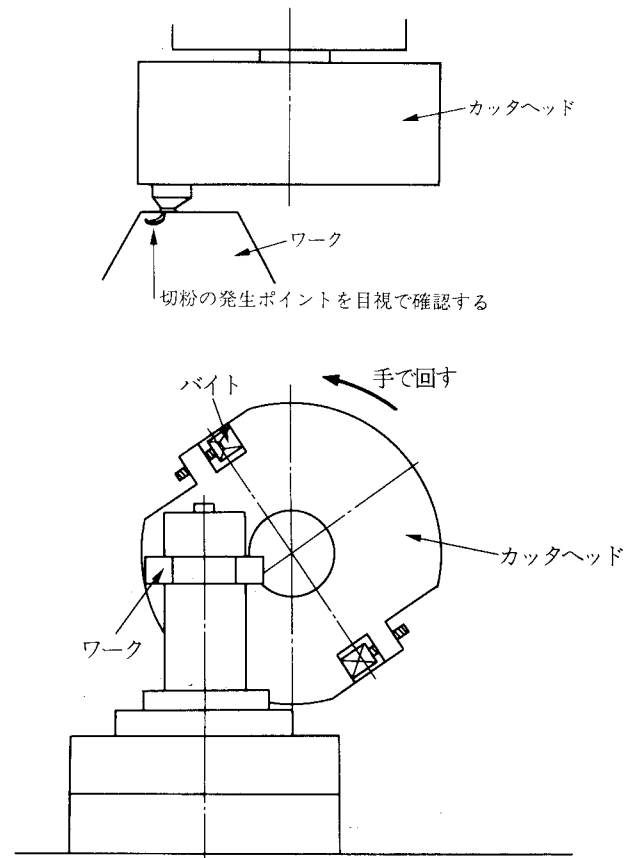
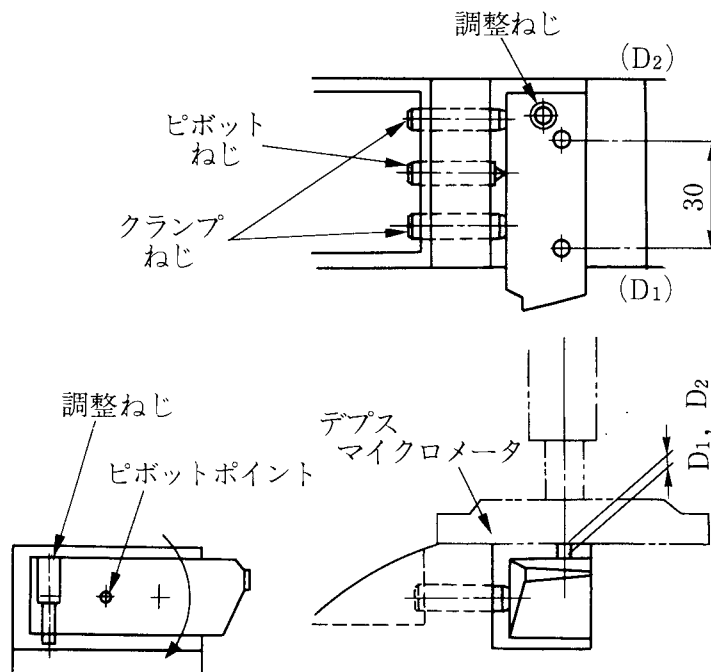

図1-7 刃先とワークの接触点の確認
図1-8  $D_1$ 、 $D_2$ の測定
- ① 2本のクランプねじを緩める。
- ② 切込みテーブルを調節し、刃先とワークを接近させ、目視にて刃先がワークとほぼ平行になるように調整ねじで調整する。
- ③ さらに切込みテーブルを前進させ、刃先とワークを接近させる。
- ④ カッタヘッドを手でゆっくり回転させ、切粉の出方によって刃先とワークの接触点を確認しながらさらに微調整する (図1-7)。
- ⑤ 2本のクランプねじを締める。
- ⑥ この状態で、カッタヘッド外周の平面からバイト側面までの深さ $D_1$ 、 $D_2$ を30mmスパンについてデプスマイクロメータで測定しておく (図1-8)。